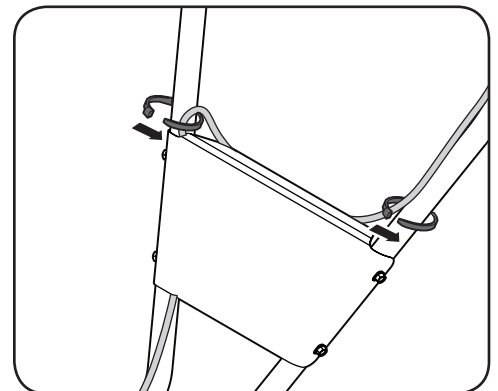

Figura 2-9
- Dirija el cable por la manija superior, luego detrás del panel de la manija asegurándolo en el lado derecho de la manija con los cables del embrague en la esquina superior del panel. Consulte la Figura 2-9.